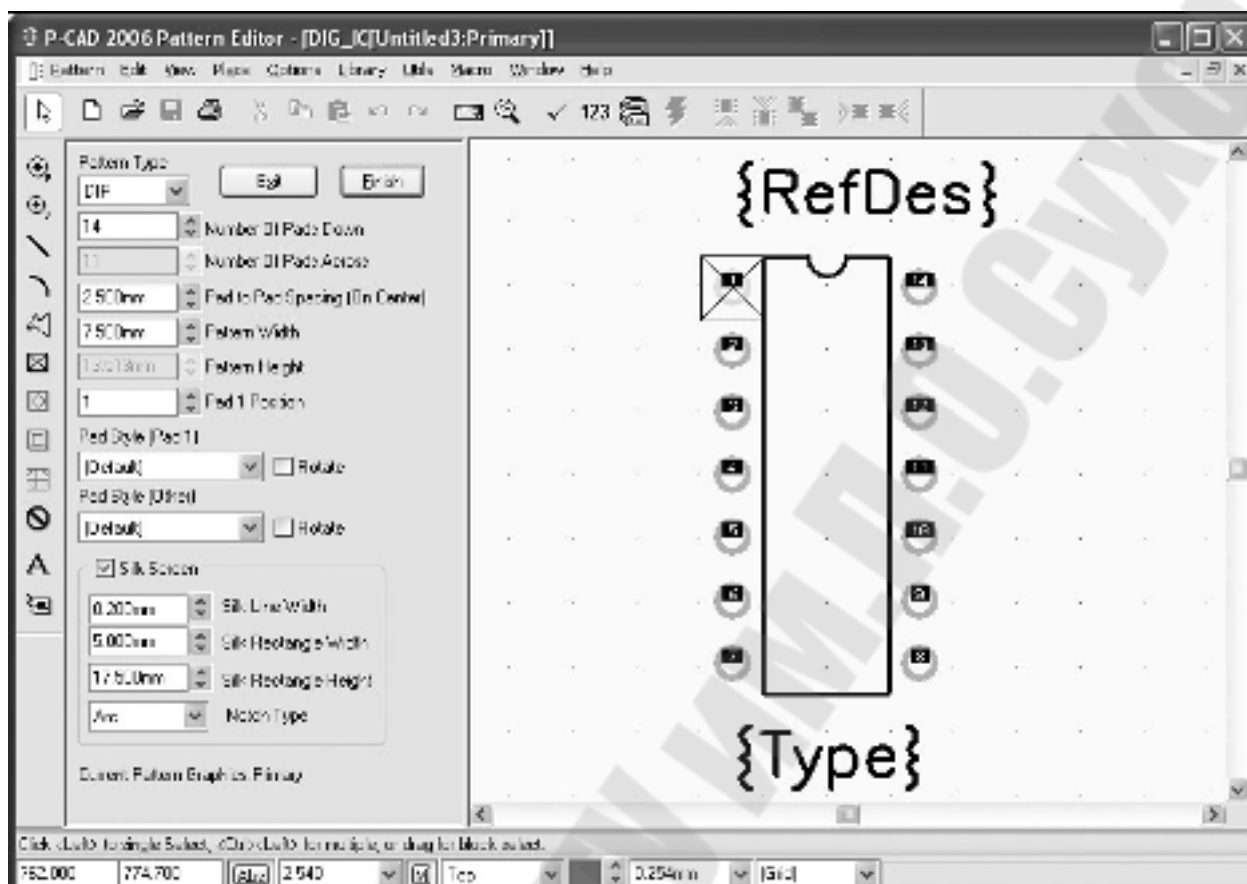

Рис.2.6. Интерфейс мастера создания посадочного места РЭК
- Нажать кнопку Pattern Wizard - откроется окно, показанное на рис.2.6., задать свойства и параметры посадочных мест и корпуса: